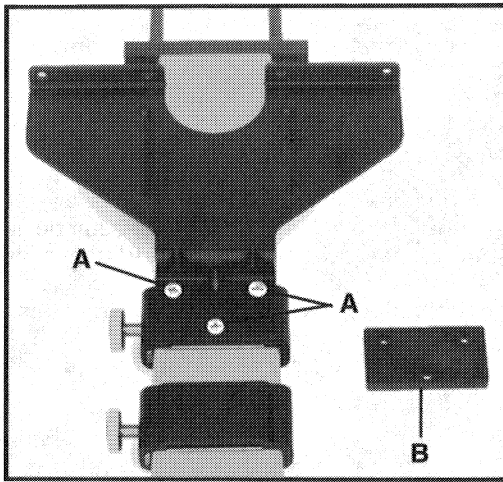

Fig. 6
1. Retirez trois vis (A) Fig. 6, du guide de bords, de la plaque de guidage. (Conservez les vis pour utilisation future).
2. Placez l'entretoise (B) du guide de bords, Fig. 6, entre la plaque de guidage et la glissière. Fixez à l'aide de trois vis No. 10-24 x 5/8 po tirées du jeu de ferrures de montage.